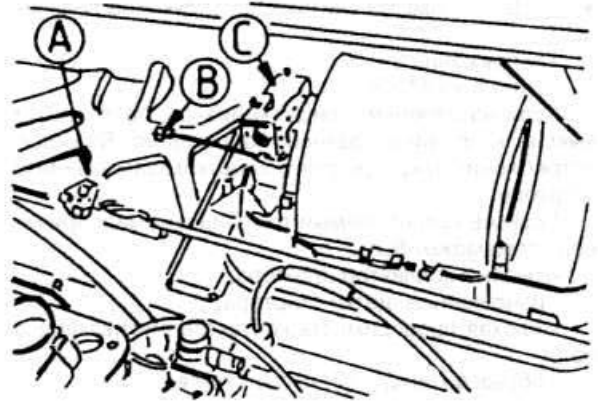

Рис. 7.11
- ♦ Выньте вилку многоконтактного разъема из гнезда в моторе вентилятора (рис. 7.11).